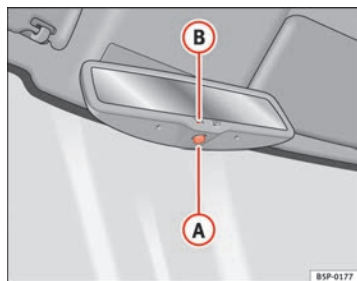

Abb. 64 Automatisch abblendbarer Innenspiegel
- Drücken Sie die Taste **A** ⇒ Abb. 64. Die Kontrollleuchte **B** erlischt.
- Drücken Sie die Taste **A** ⇒ Abb. 64. Die Kontrollleuchte leuchtet auf.